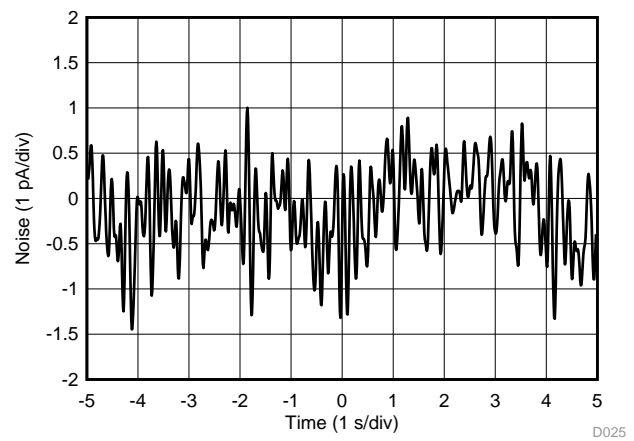

图 26. 0.1-Hz to 10-Hz RTI Current Noise
0.1-Hz to 10-Hz RTI Current Noise	图 26